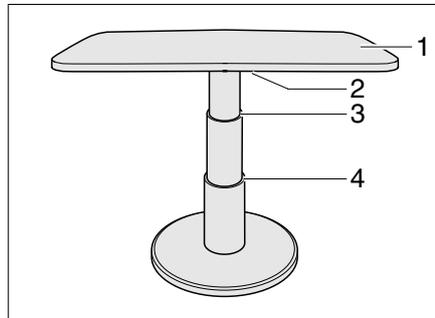

Bild 90 Hubtisch der Rundsitzgruppe
- Den Verriegelungshebel (Bild 90,2) nach links schwenken. Die Verriegelung ist offen.
- Die Tischplatte (Bild 90,1) in der Mitte bis zum gewünschten Anschlag (Bild 90,3 oder 4) nach unten drücken und gedrückt halten.